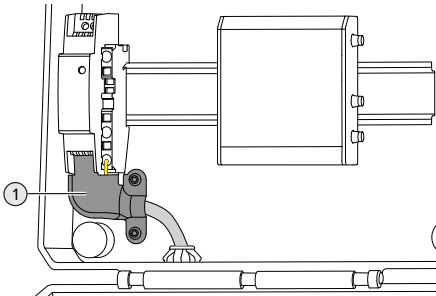

Fig. 7: Tapa correctamente ajustada
- ▶ Asegúrese de que la tapa está colocada como se muestra en la fig. 7.